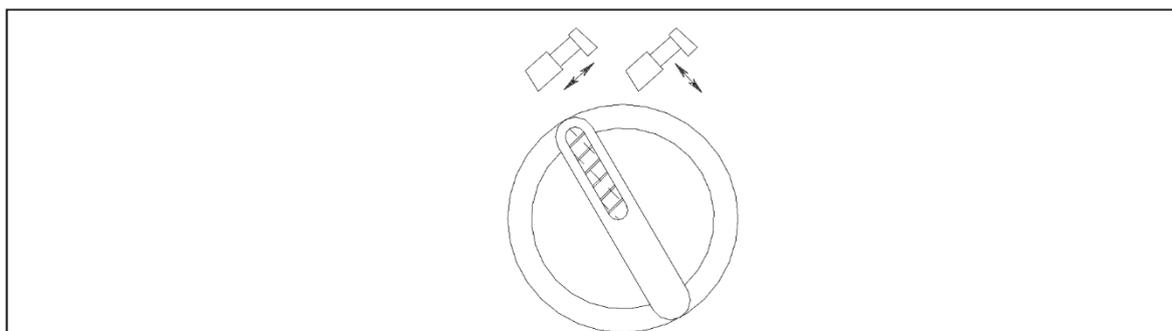

Figura 4-31 Interruptor de “pré-seleção de telescópio/grua”
- a) Coloque o interruptor “Pré-seleção de telescópio/movimentação da lança” na posição esquerda. Consulte a figura 4-31.